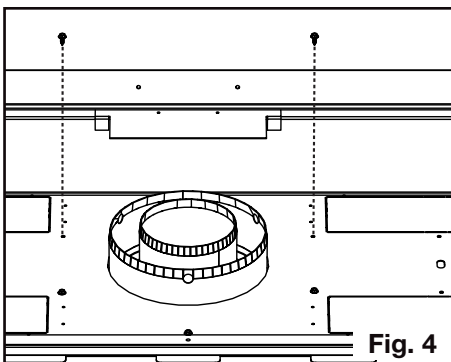

Fig. 4
4. Dévissez les attaches comme indiqué sur la **(Figure 4).** **NE PAS DÉBRANCHER LES FIXATIONS.**